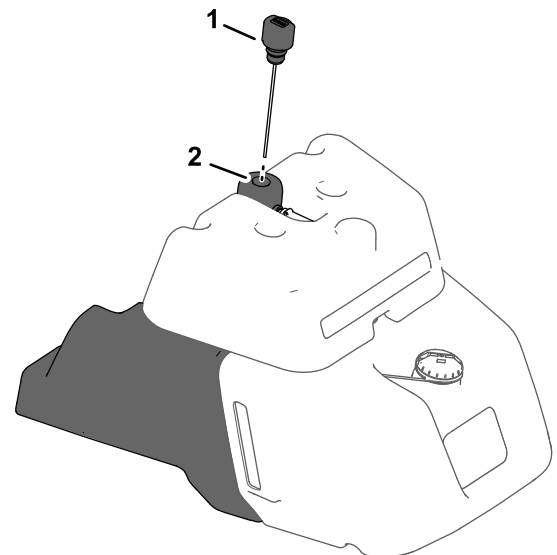

Figure 38
- Si la machine comporte un regard de niveau sur le côté du réservoir de carburant, localisez la jauge d'huile du système hydraulique au sommet du réservoir de liquide hydraulique (Figure 38), puis passez à l'opération 5.